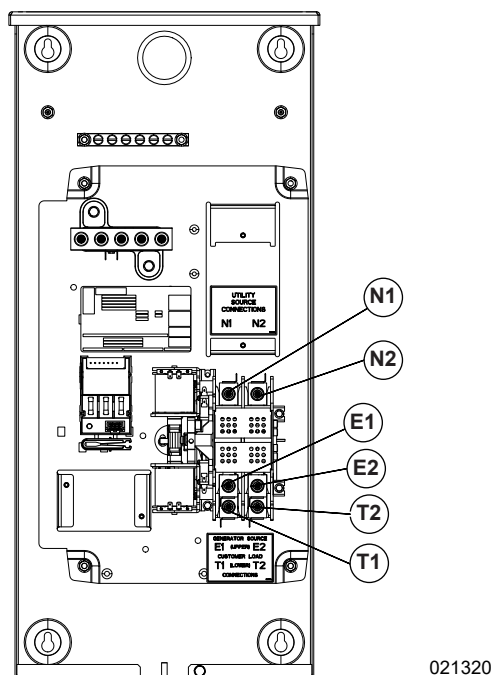

Figure 3-5. Connexions de câblage (Modèles non classés pour l'entrée de service)
1. Voir Figure 3-5. Brancher l'alimentation secteur aux bornes (N1 et N2) du mécanisme de transfert.